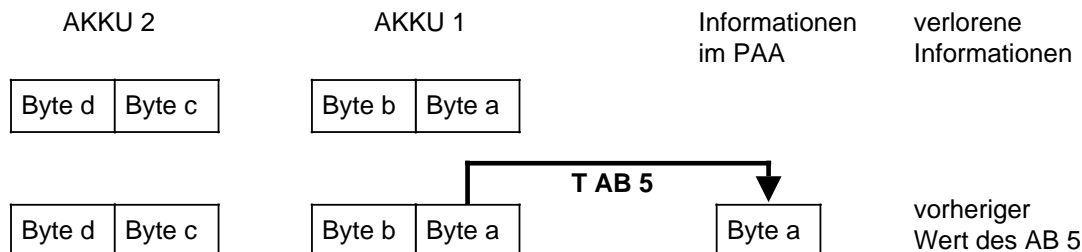

Bild 8.3 Transferieren eines Bytes
**Beispiel:** Bild 8.3 zeigt, wie das Byte a - das Low-Byte in AKKU 1 - zum AB 5 transferiert wird.